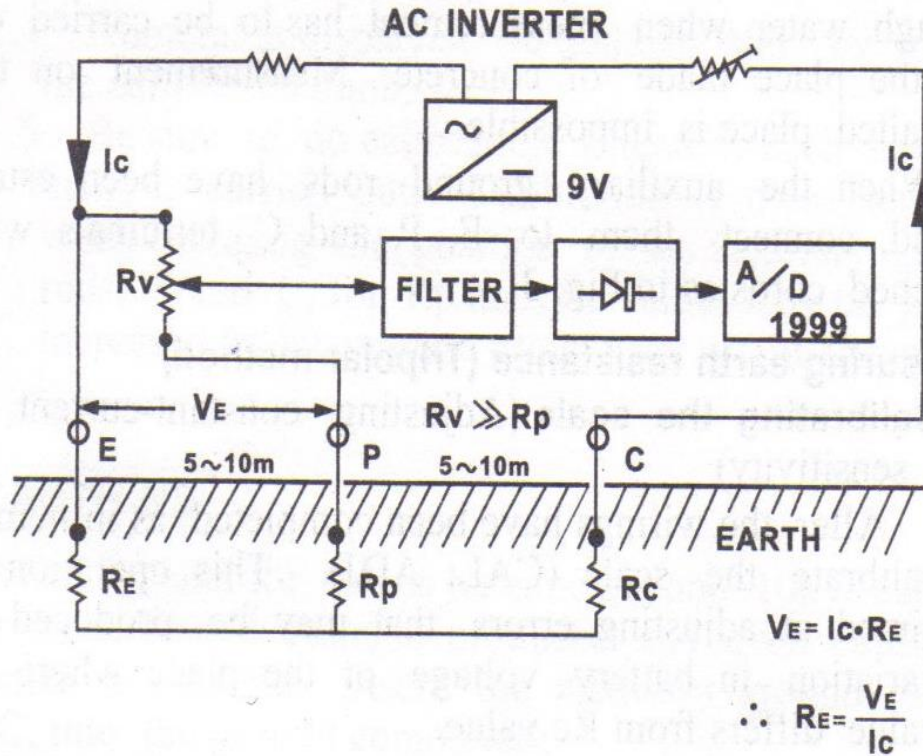

Fig. 2
- 1.1. Como aparece en la Fig. 2 y 3, establecer las varillas de tierra auxiliares, P y C, en una línea recta y en un intervalo de aproximadamente 5 ~ 10 m.